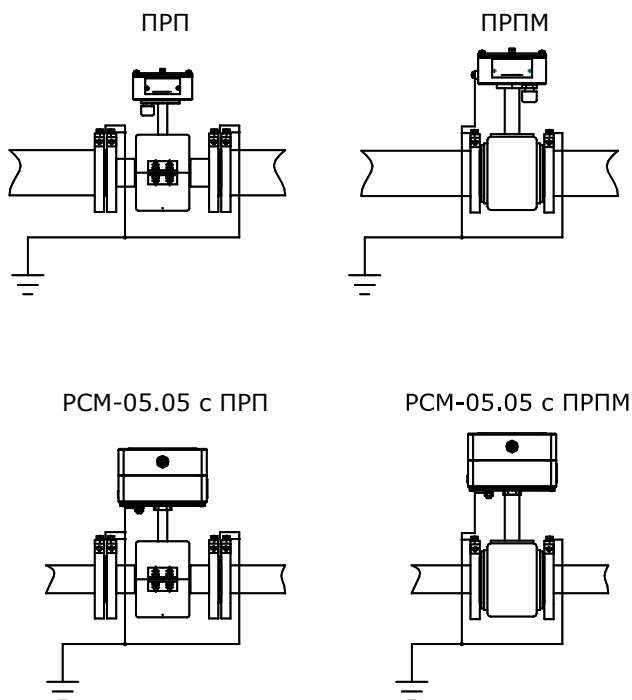

Рис.9
4.3.13 После установки ППР необходимо обеспечить его заземление в соответствии с рис.9. Заземление ППР следует выполнять в соответствии с требованиями ПУЭ, т.е. путём непосредственного соединения заземляющего проводника с заземлителем, а не с трубопроводом.